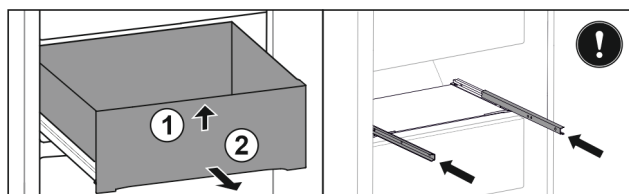

Fig. 134
- Nadzvedněte zásuvku vpředu. Fig. 134 (1)
- Vyjměte zásuvku dopředu. Fig. 134 (2)